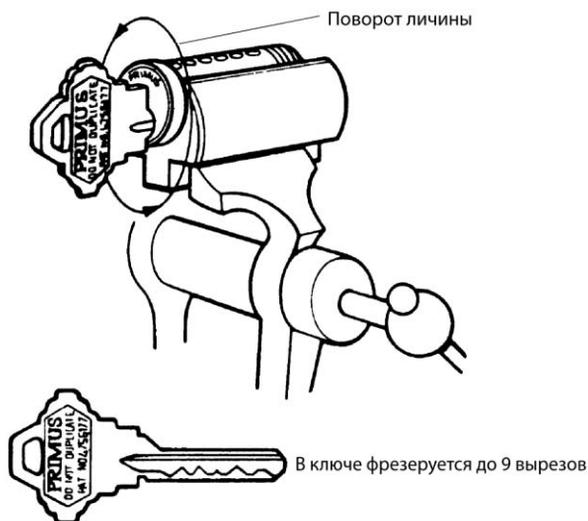

Рис. 7.30. Подбор пальцевых пинов (С разрешения компании Schlage Lock Company)
5. Полностью вставив ключ, нужно его слегка повернуть, чтобы убедиться в правильном выборе пальцевых пинов (рис. 7.30). Личина не будет проворачиваться, если был установлен неправильный пальцевый пин (или несколько таких пинов).